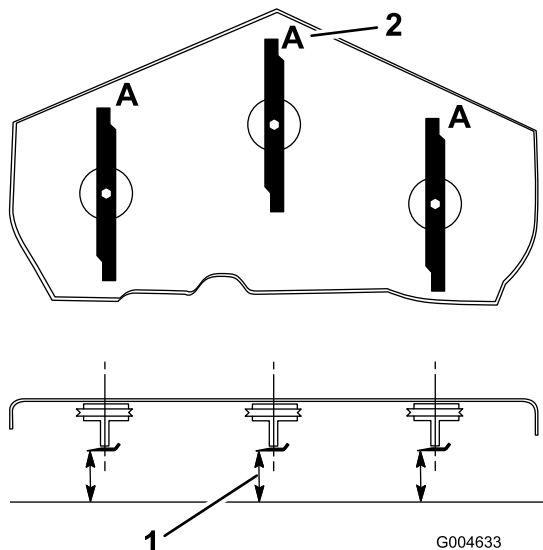

図 72
3. ブレードが前後方向を指すように回転させる(図 72)。Aの位置で(図 72)、平らな床面からブレードの刃先までの高さを測る。測定値を記録する。